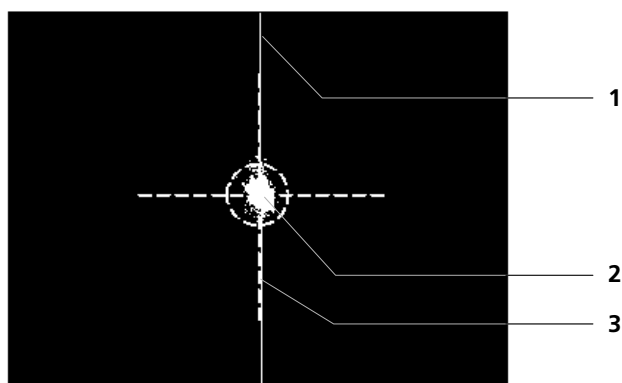

Fig. 16 Image de video del ojo con el aparato ajustado debidamente
En el aparato puede ajustarse otra ampliación de la imagen; entonces se verá una sección más reducida del ojo con el reflejo de la luz reguladora (**2**, Fig. 16) y una raya vertical (**1**, Fig. 16).
- Solicite luego al paciente que fije la vista mire en dirección a la luz roja. En el monitor aparecerá la cruz (**3**, Fig. 16) con un círculo en el centro.
En el caso de lentes cristalinos sumamente opacos suele ser ventajoso desenfocar el aparato. El reflejo (2, Fig. 16) puede escogerse con un tamaño idéntico al del círculo que aparece en el monitor. Si todavía no ha sido posible efectuar las mediciones, vuelva a enfocar y modifique la altura (dándole vueltas al botón del joystick) y el reflejo podrá ajustarse en el borde inferior o superior del círculo en el monitor.